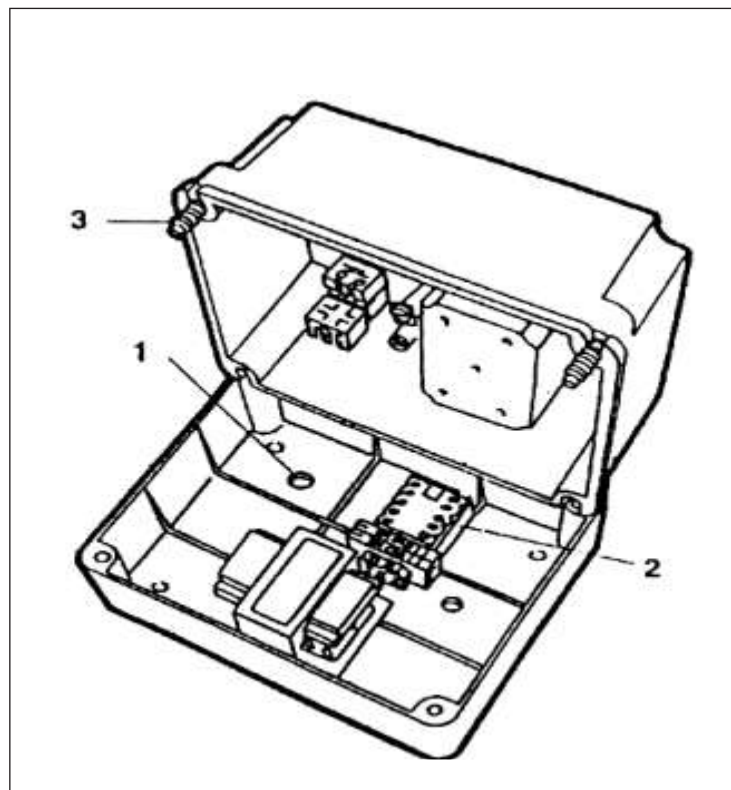

FIGURA 8: VISTA INTERNA DEL CUADRO DE LA CENTRAL DE MANDO
- **Se entrega en dotación del elevador un cable, equipado de enchufe tetrapolar de 2,5 m. de longitud. Esta longitud generalmente es suficiente para efectuar las conexiones. Si por algún motivo el pupitre de mando debe estar posicionado a una distancia superior a la longitud del cable dado en dotación es obligatorio cambiarlo operando del siguiente modo (figura 8):**